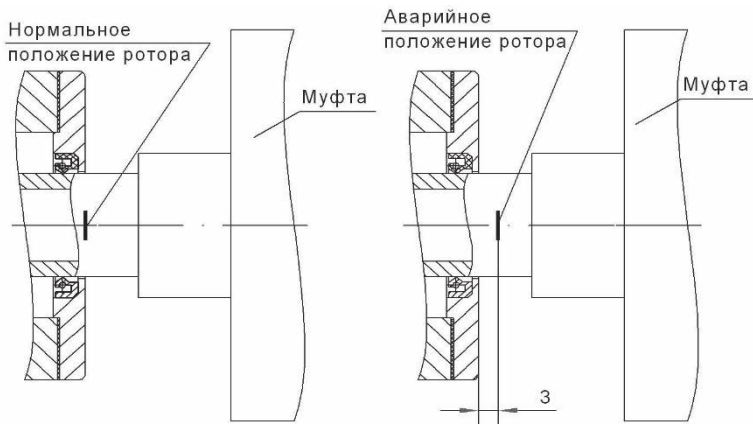

Рис. 2.3 Установка ротора по риске.
2.5.2 **Проверьте установку ротора по риске.** Проверка положения риски производится при роторе, сдвинутом до упора в сторону всасывания. Риска должна быть заподлицо с торцевой плоскостью крышки подшипника переднего кронштейна (рис. 2.3).